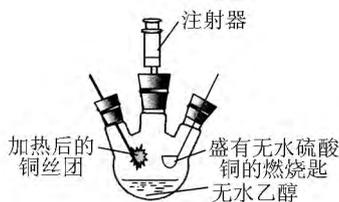

图 1
1. 如图 1 所示,在三口瓶内加入少量无水乙醇(事先可用无水硫酸铜加以检验是否有水),将盛有无水硫酸铜白色粉末的燃烧匙插入三口瓶内,另外,在三口瓶上端插入注射器备用。